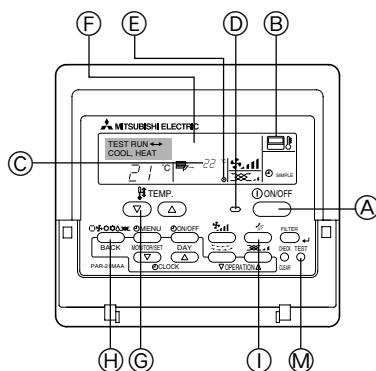

Fig. 7-1
7.2.1. Med ledningsdragen fjärrkontroll (Fig. 7-1)
- ① Sätt på strömmen åtminstone 12 timmar före testkörsning.
- ② Tryck på knappen [TEST] två gånger. ➔ "TEST RUN" teckenfönster
- ③ Tryck på knappen [Mode selection] (Driftväljare). ➔ Se till att luft blåses ut.
- ④ Tryck på knappen [Mode selection] (Driftväljare) och växla till kylningsläge (eller uppvärmningsläge). ➔ Kontrollera att kall (eller varm) luft blåses ut.
- ⑤ Tryck på knappen [Fan speed] (Justering av fläkhastighet). ➔ Se till att luft-hastigheten ändras.
- ⑥ Kontrollera att utomhusenhetens fläkt fungerar.
- ⑦ Återställ testkörsningen genom att trycka på knappen [ON/OFF]. ➔ Stopp
- ⑧ Registrera ett telefonnummer.